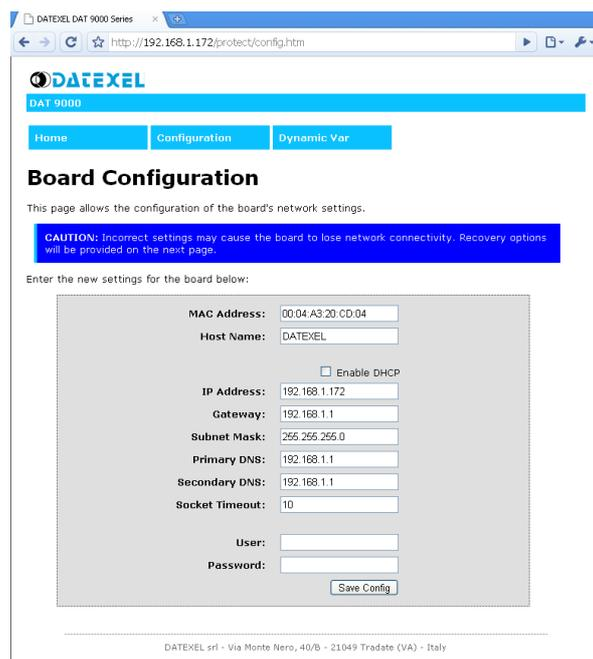

Fig. 6.11
- **Configuration** (Fig.6.11) (<http://192.168.1.100/protect/config.htm>): permette di modificare le impostazioni lato TCP (indirizzo IP, Subnet mask, Gateway, ecc...). Premendo il pulsante "Save Config", i parametri impostati verranno salvati in Eprom ed il Controllore verrà resettato. Questa pagina è protetta da password (di default, i moduli vengono configurati con User e Password vuoti). E' possibile modificare User e Password per questa pagina. **ATTENZIONE!** : in caso di smarrimento della Password, non sarà possibile recuperare le informazioni da parte dell'utente.